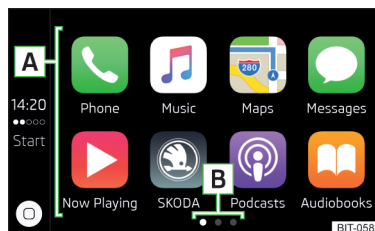

Fig. 220
- În meniul principal Apple CarPlay selectați aplicația dorită în zona **A** » fig. 220.